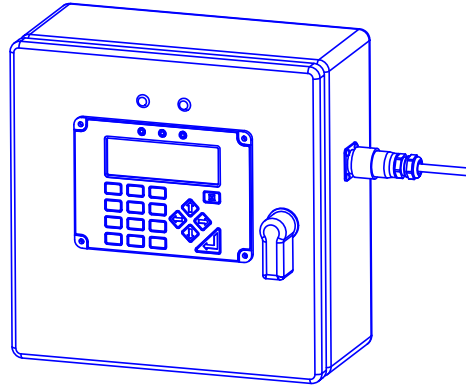

Ilustración 4 – Controlador de la herramienta Norbar
4.1 Inserte el cable de la herramienta mecánica (Ilustración 1-G) entre el conector de la herramienta (Ilustración 1-F) y el controlador de la herramienta (Ilustración 4).